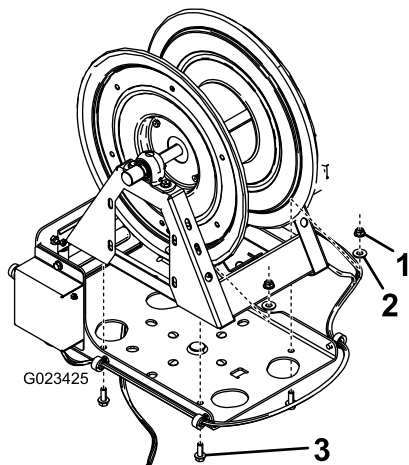

図 7
7. ホースリールをスイベルプレートに取り付ける短いボルト3/8 インチ4本と、小さいワッシャ4枚、フランジナット3/8 インチ4個で 図 7 のように取り付ける。